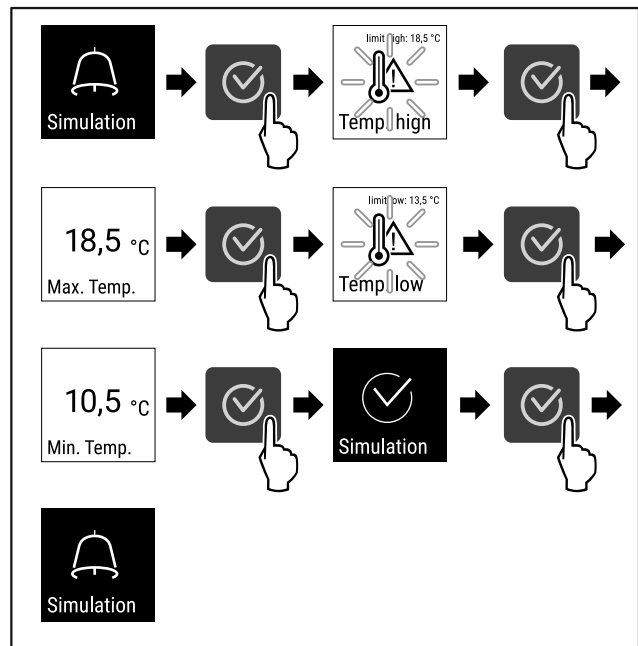

Fig. 109
- ▶ Efectuați pașii de acțiune (vezi Fig. 109) .